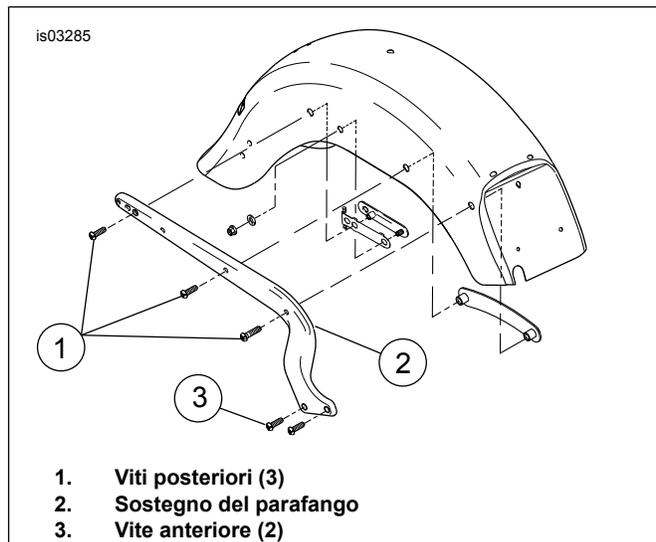

Figura 5. Viti del sostegno del parafrangente e sostegno del parafrangente
1. Vedere Figura 5. Rimuovere le tre viti posteriori (1) dal sostegno del parafrangente (2).
2. Allentare, senza rimuovere, le due viti anteriori (3) dal sostegno del parafrangente.
1. Vedere Figura 5. Installare una vite posteriore (1) per tenere a posto il sostegno del parafrangimento mentre si dispone il cablaggio. Installare saldamente la vite, ma non serrarla ancora del tutto.